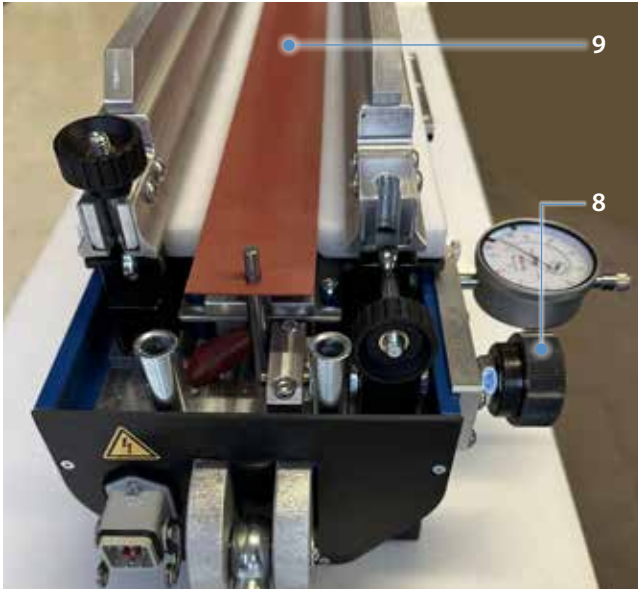

Abb. 4.2.3
6. Wenn später ein hoher Stoßdruck erzeugt werden soll: Bandhalterung bis zum Anschlag nach außen fahren (nur bei FLT-Bandmaterial). Hierzu die am Unterteil vorgesehene Band-Zustellschrauben (8) verwenden. (Abb. 4.2.3)
7. Je nach Bandtyp vorgeschriebene Weichfolie (9) bzw. Strukturmatte in der gesamten Pressenbreite auf die Heizfläche legen. (Abb. 4.2.3)